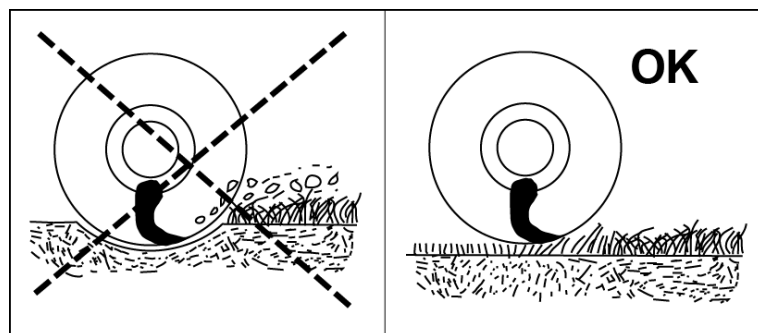

Fig.47
- Regolare l'altezza di lavoro, evitando che gli organi di taglio vadano a contatto con il terreno ("Fig.47"). Verificare costantemente che non ci siano vibrazioni eccessive.
- Adjust the height of the work, thus avoiding that the cutting should be in contact with the ground ("Fig.47"). To constantly verify that there are no excessive vibrations.
- Regler la hauteur de travail, en evitant que les organes de coupe soient en contacte avec le sol ("Fig.47"). Vérifier constamment qu'il n'y a pas de vibrations excessives.
- Einstellen der Höhe des Werkes, zu vermeiden, dass die Schneid sollte in Kontakt mit dem Boden sein ("Fig.47"). Ständig zu überprüfen, dass es keine starken Vibrationen gibt.
- Regular la altura de trabajo, evitando que los órganos de canto vayan a contacto con el terreno ("Fig.47"). Averiguar constantemente que no nos hemos vibraciones excesivas.
- Ajustar a altura de trabalho de modo a que os elementos de corte não entrem em contacto com o solo ("Fig.47"). Verificar constantemente que não há vibrações excessivas.